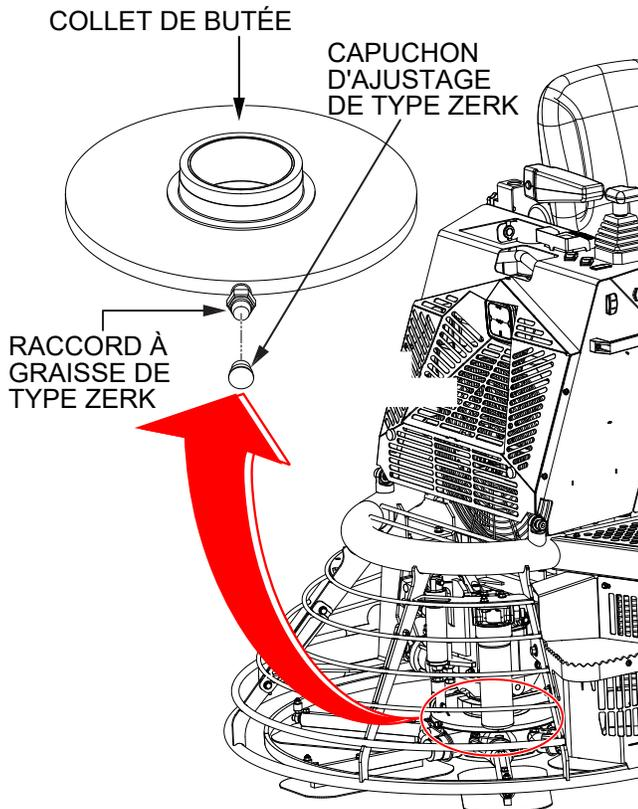

Figure 45. Lubrification du collier de butée
1. Repérez le raccord à graisse Zerk sur l'une ou l'autre des bagues de butée (Figure 45). Enlevez le bouchon du raccord à graisse Zerk et mettez-le de côté.